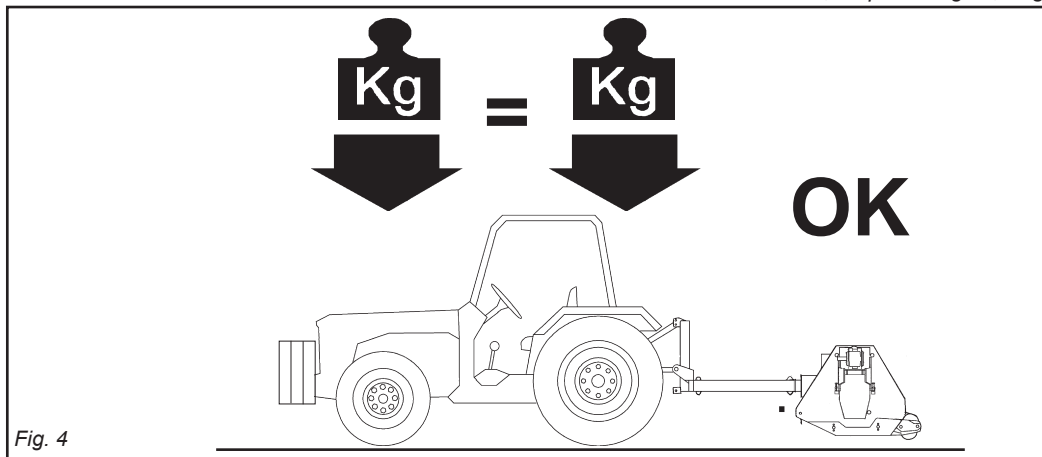

Fig. 4
È consigliabile pertanto aggiungere apposite zavorre nella parte anteriore del trattore in modo da ripartire adeguatamente il peso sugli assi (Fig.4).
- 8) *Assembly of a implement on the tractor will shift the weights on the axles. It is there fore advisable to add weights to the front part of the tractor in order to balance the weights on the axles themselves (Fig. 4).*